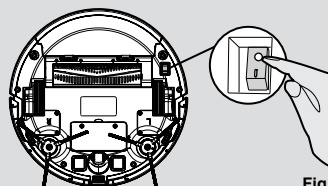

Fig. 9
[Fig. 9] Colóquelo frente a la estación de carga.
1. Presione el interruptor de encendido y apagado de la parte inferior del robot. **[Fig. 9]**